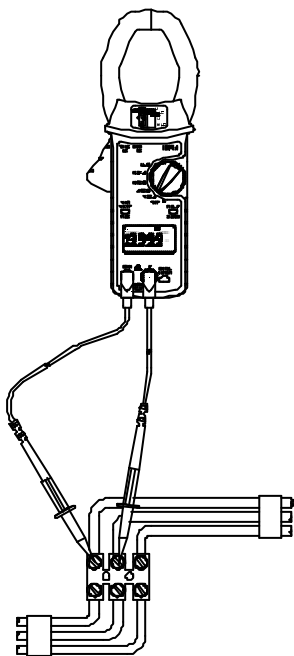

Fig. 3
- Introduire les cordons de mesure dans les fiches situées sur le devant de l'instrument, le cordon rouge dans la borne $V\Omega$ et le cordon noir dans la borne COM, comme illustré dans la Fig. 3.
- Pour mesurer la fréquence de la tension, appliquer les cordons de mesure au circuit comme indiqué dans la Fig. 3 et lire l'affichage.